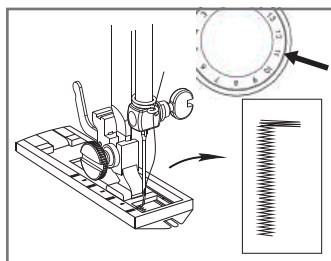

Рис.28
7.15.7 Поверните маховое колесо против часовой стрелки, чтобы поднять иглу в самое верхнее положение. (Рис.28)